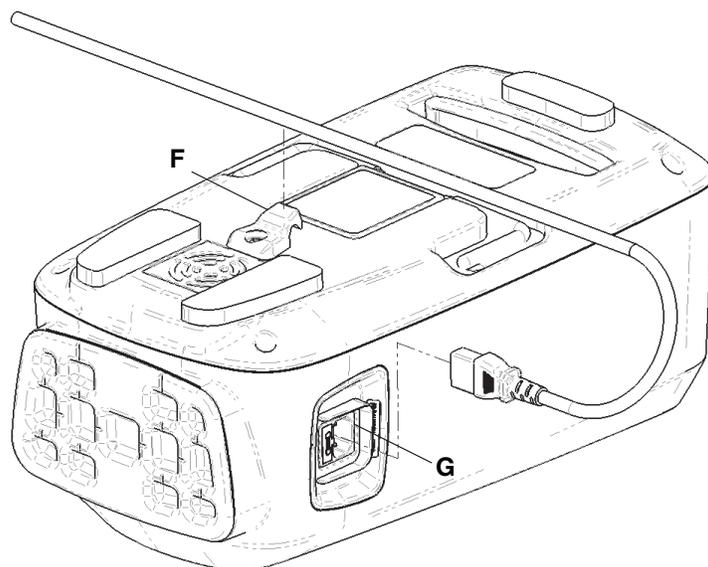

Figure 14 – Insérer le cordon d'alimentation
6. Insérer le cordon d'alimentation sous la poignée flexible de rétention du cordon d'alimentation (F) (Figure 14).
7. Rebrancher le cordon d'alimentation dans la pompe (G) (Figure 14).